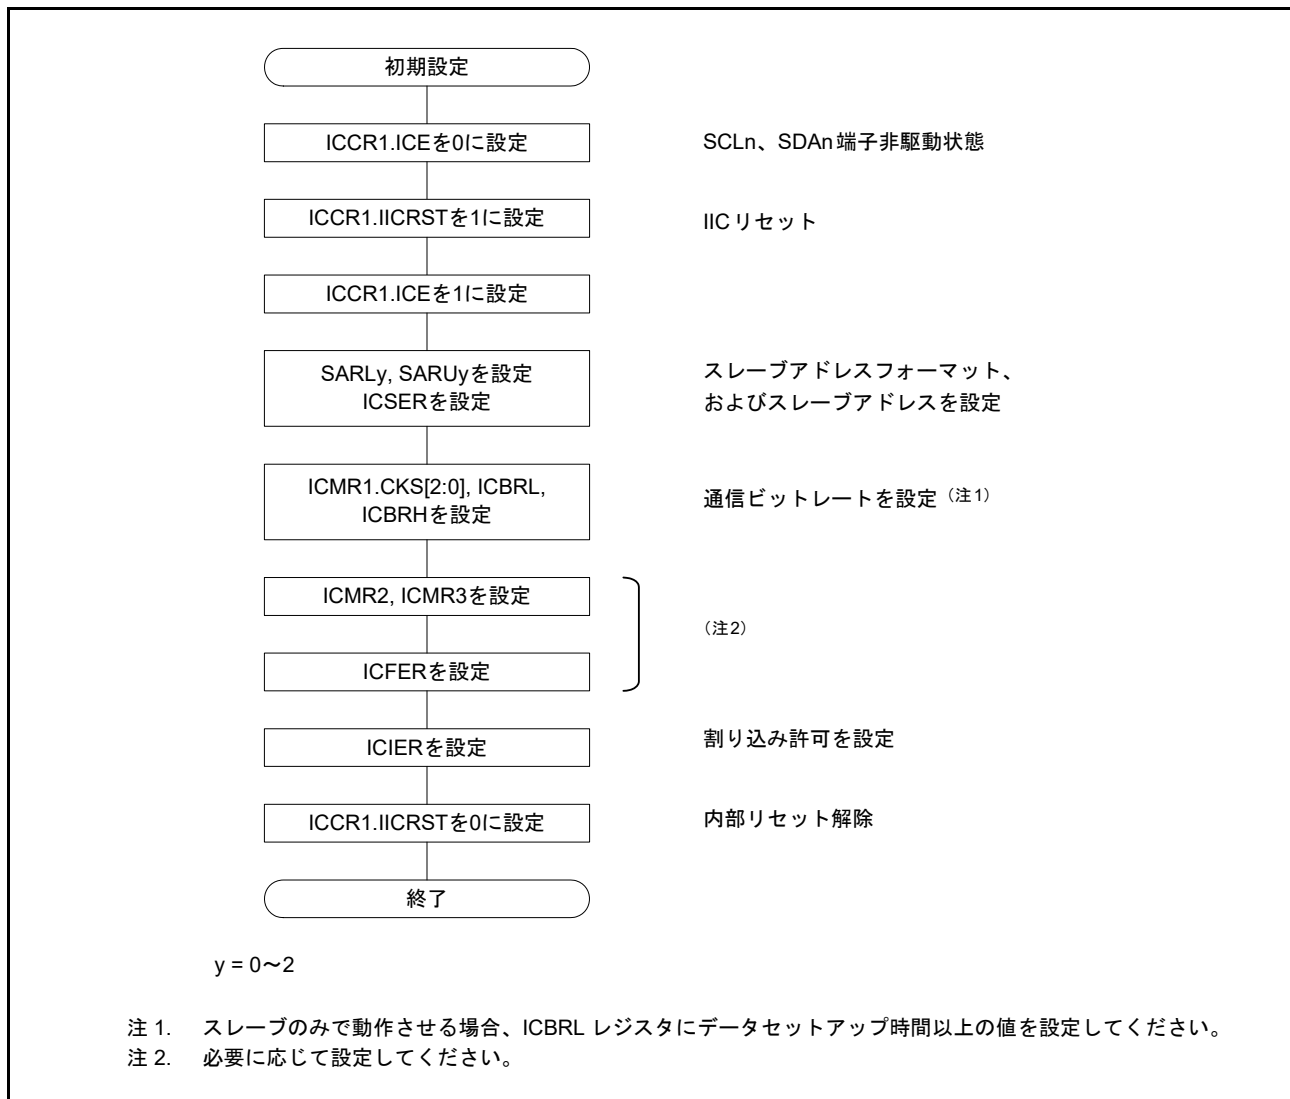

図 28.5 IIC の初期化フローチャート例
データの送受信を開始する場合、図 28.5 に示す手順に従って IIC を初期化してください。
4. SARL_y、SARU_y、ICSER、ICMR1、ICBRH、ICBRL の各レジスタ (y = 0 ~ 2) を設定し、その他のレジスタを必要に応じて設定します。IIC の初期設定については、図 28.5 を参照してください。